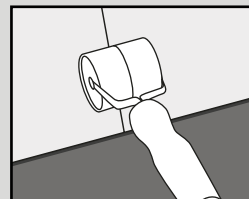

Fig. 4
5. Continúe instalando los tablonces a lo largo de la habitación hasta completar la fila utilizando un rodillo de mano para ayudar (Fig. 4). Sólo si es necesario, utilice un mazo de goma y un pedazo cortado del mismo piso para golpear suavemente el producto. Se puede utilizar una barra de tracción para tirar del producto alrededor de los bordes de la habitación (Fig. 5).